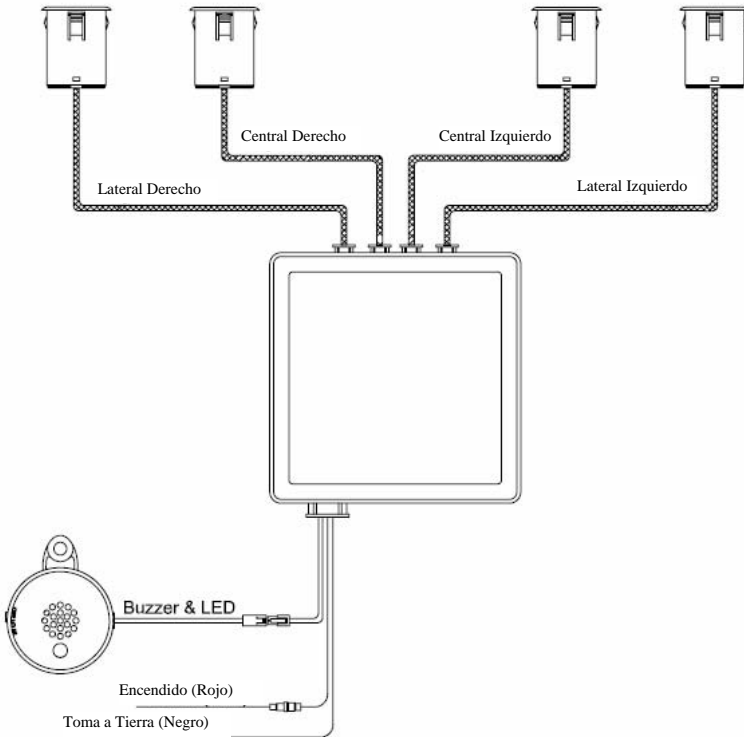

Figura 4
1. Enchufe los cables del sensor, altavoz y arnés de energía dentro del módulo de control antes de montarlo. El sensor se debe enchufar en la toma correspondiente (vea Figura 4). El módulo de control está preajustado con el velcro para montaje.